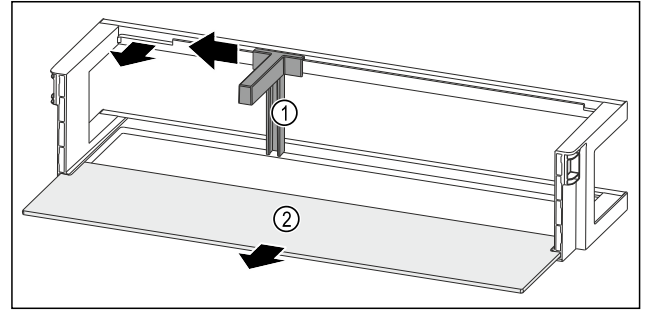

Fig. 97 带瓶托和搁板的门边存放架
- ▶ 将瓶托 Fig. 97 (1)推至槽边。
- ▶ 取出瓶托 Fig. 97 (1)。
- ▶ 取出搁板 Fig. 97 (2)。